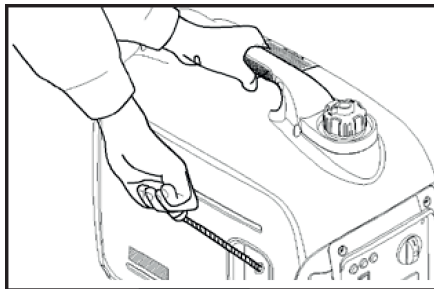

Рис. 13
4. Медленно потяните за рукоятку ручного стартера до появления ощутимого сопротивления, затем резко дерните рукоятку на себя и, не отпуская, плавно верните ее в исходное положение (Рис.13). Если двигатель не запустился, повторите действие еще раз, пока двигатель не запустится.